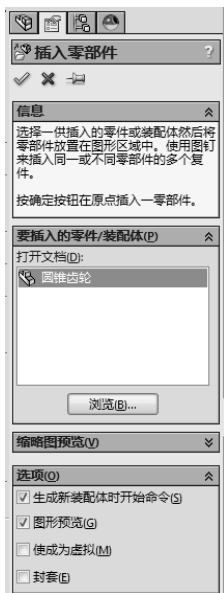

图 10-34 设置插入零部件操控板
- [1] 单击【装配体】工具栏上的【插入零部件】按钮, 出现插入零部件操控板，单击【浏览】按钮打开一现有文件圆锥齿轮，设置插入零部件操控板，如图 10-34 所示。